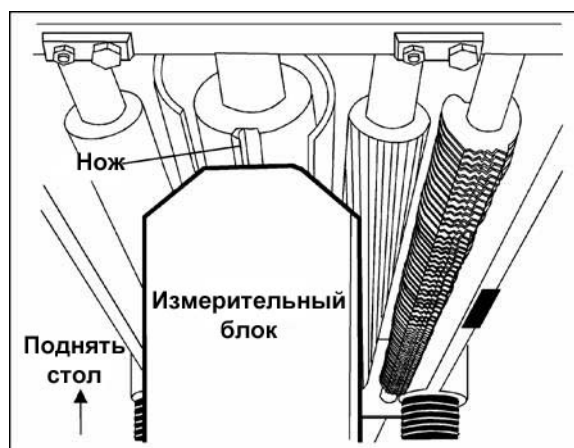

Рис. 21
2. Поместите шаблон (Рис. 21) на рабочий стол с одной стороны прямо под один из краёв вала. Добейтесь лёгкого соприкосновения, приподняв стол.